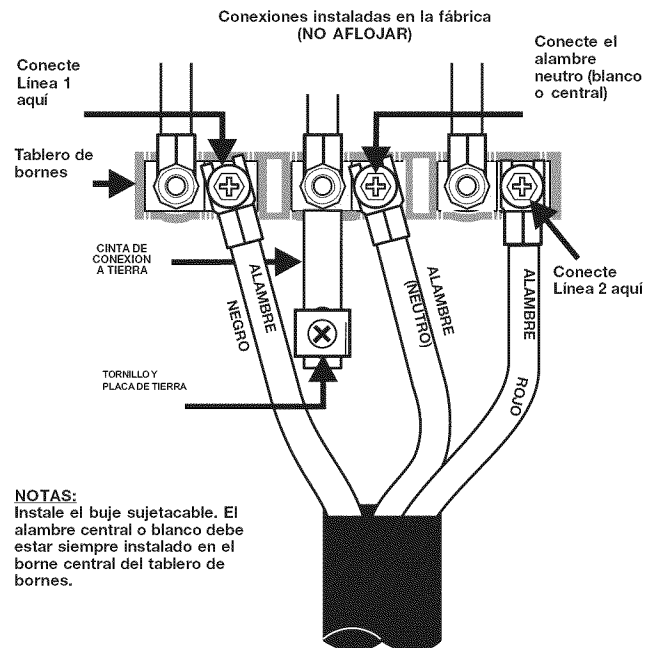

Fig. 30
2. Inserte los conectores de extremo para la Línea 1, Línea 2 y Neutro y apriete firmemente en el tablero de bornes (Ver Fig. 30).
Esta estufa tiene instalada una cinta de conexión a tierra que conecta el borne central del tablero de bornes (neutro) al chasis de la estufa. La cinta de conexión a tierra está conectada a la estufa mediante el tornillo central más inferior (Ver Fig. 30). La cinta de conexión de tierra no debe retirarse a menos que el código nacional, estatal o local no permitan el uso de una cinta de conexión a tierra.